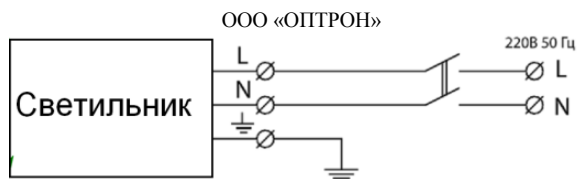

Рис. 1 Схема подключения светильника
6.3 Схема подключения светильника отображена на рис. 1.